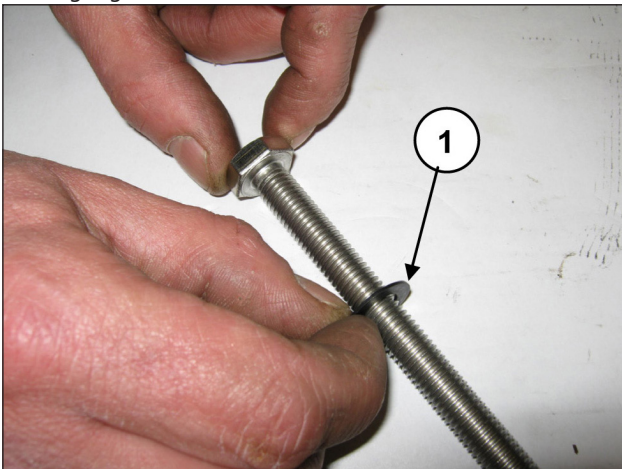

Abb. 187
Setzen Sie die Unterlegscheibe Ø10x18x0.9 auf die Befestigungsschraube des Kolbens (Pos. ①, Abb. 187).